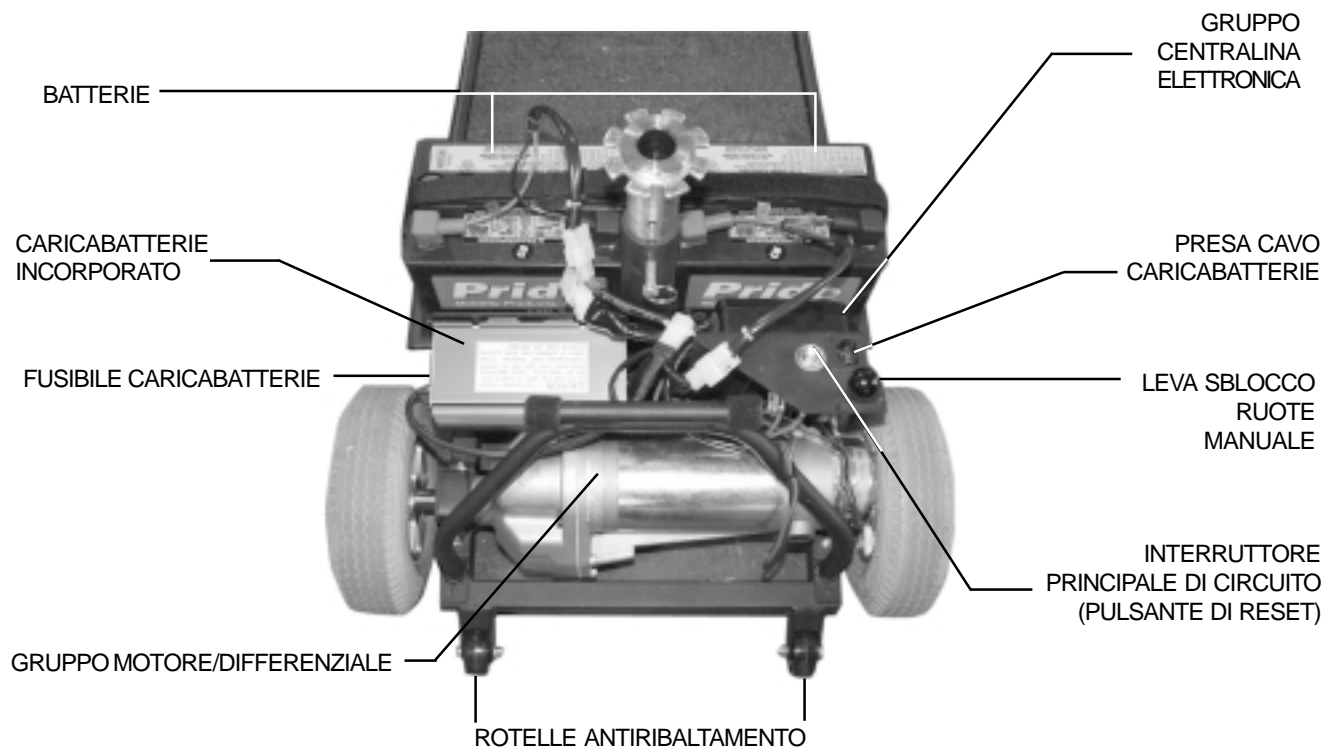

FIGURA 7. RETROTRENO
Il caricabatterie incorporato, la presa del cavo del caricabatterie, il fusibile del caricabatterie, le batterie, il gruppo centralina elettronica, l'interruttore principale di circuito, la leva sblocco ruote manuale, e il blocco motore/differenziale sono tutti posizionati nel retrotreno dello Scooter. Per istruzioni su come rimuovere il retroscudo, si veda VIII, "Smontaggio e Montaggio". Le rotelle antiribaltamento sono posizionate all'estremità posteriore dello Scooter. Si veda figura 7.
- Il cavo del caricabatterie si innesta nel caricabatterie tramite una presa situata sul retrotreno, in prossimità della leva sblocco ruote manuale e dell'interruttore principale di circuito (o pulsante di reset). Si veda figura 7.
- L'interruttore principale di circuito è situato sul retrotreno dello Scooter, accanto alla leva sblocco ruote manual, Si veda Figura 7.
- La leva sblocco ruote manuale è situata all'estremità del blocco motore/differenziale nella parte posteriore sinistra dello Scooter, e si prolunga attraverso il retroscudo. Si veda figura 7.
Il gruppo motore/differenziale è a trazione diretta, monoblocco, sigillato, consentendo silenziosità e la massima potenza e durabilità. Si veda figura 7.